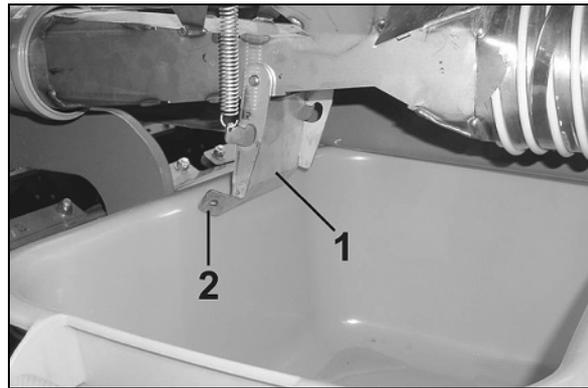

Fig. 123
- Ouvrez la trappe du canal d'injection (Fig. 123 / 1) pour que la semence puisse s'écouler dans l'auge d'égalonnage.
Risque d'écrasement à l'ouverture et à la fermeture de la trappe du canal d'injection (Fig. 123 / 1) !
Impérativement saisir la trappe du canal d'injection au niveau de l'attache (Fig. 123 / 2) il y a sinon risque de blessure si la trappe à ressort se referme brutalement.
Ne jamais mettre les mains entre la trappe du canal d'injection (Fig. 123 / 1) et la trappe d'injection !